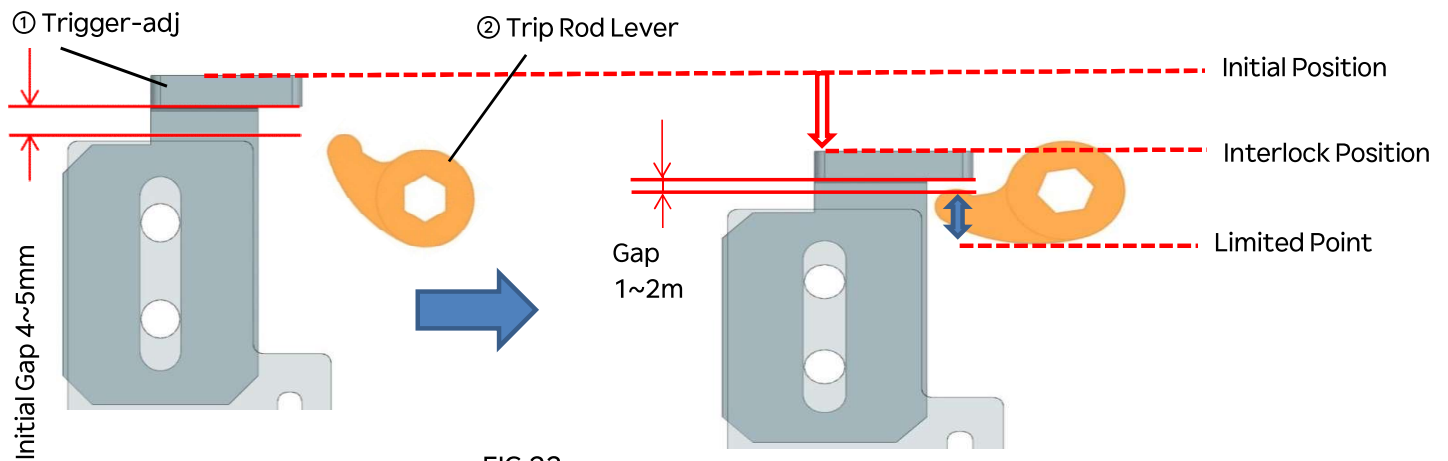

FIG 23
※ Interlock 동작 후 부품 ①와 ②의 여유 간격은 1~2mm 유지할 것. [FIG 23]
※ When part ① is locatead intelock position, the movable gap of part ② should keep about 1~2mm. [FIG 23]